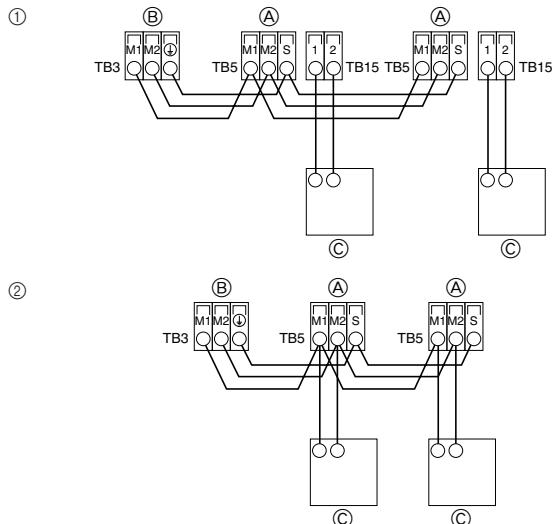

Fig. 4-2
4.2. Collegamento del comando a distanza e dei cavi di trasmissione delle sezioni interne ed esterne (Fig. 4-2)